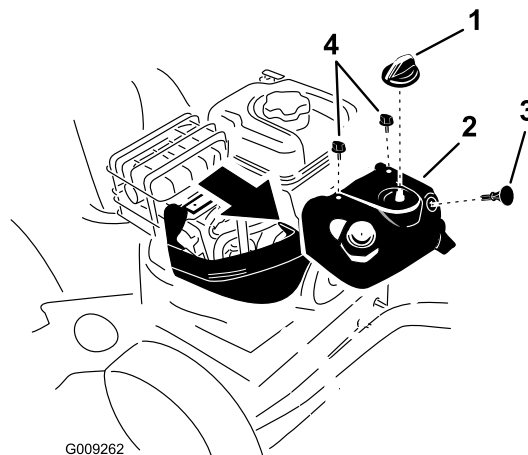

Figure 55
Remarque: Vous devez déposer le capot anti-neige pour accéder à la bougie d'allumage (Figure 55).
- Enlevez la commande de starter et la clé de contact (Figure 55).
- Enlevez les 2 vis qui fixent le capot anti-neige à la souffeuse à neige (Figure 55).